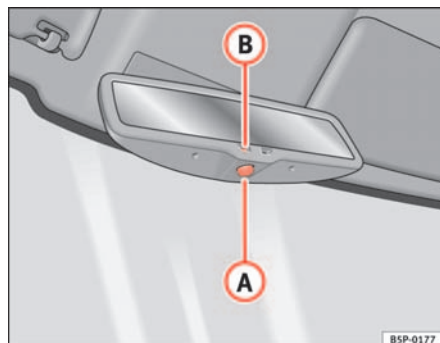

Fig. 67 Rétroviseur intérieur avec réglage automatique de position anti-éblouissement
- Appuyez sur la touche (A) ⇒ fig. 67. Le témoin (B) s'éteint.
- Appuyez sur la touche (A) ⇒ fig. 67. Le témoin s'allume.